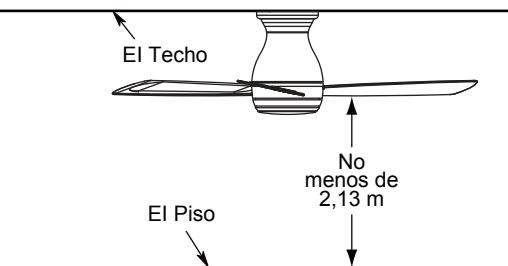

Figura 2
Uso de perfil profundo (Figura 2)
Debe colgar el ventilador a una distancia mínima de 2,13 m desde las aspas hasta el piso. (Figura 2)
2. Presione hacia arriba el anillo de la cubierta de tornillos para ocultar los tornillos. Así, las pestañas de montaje se coloquen en las ranuras con muescas ubicadas en la cubierta del techo entre los tornillos. (Figura 2)
- ☐ 2. Instale la ensamble de la placa de iluminación en el soporte utilizando las dos ranuras principales de conexión. Vuelva a colocar el tercer tornillo y asegure los tres tronillos. (Figura 2)
- ☐ 2. Restaure la fuente de alimentación de la toma de corriente enciendiendo la electricidad del fusible principal. (Figura 2)